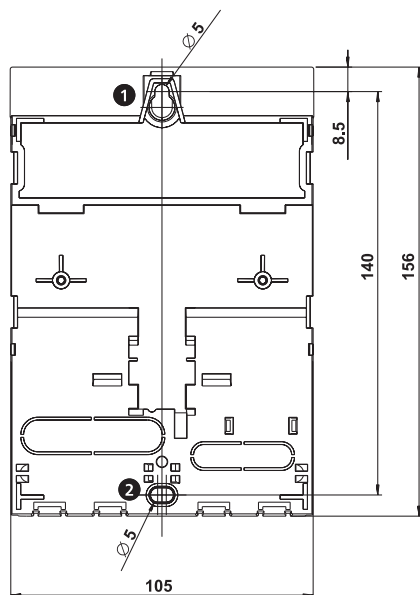

Fig. 2: Lato posteriore della centralina con aperture di montaggio superiore ❶ e inferiore ❷.
2. Avvitare la vite per l'apertura di montaggio superiore ❶ (Fig. 2), in modo tale che la testa della vite mantenga una distanza dalla superficie di montaggio compresa tra i 5 e i 7 mm.
4. Disegnare sulla superficie di montaggio l'apertura di montaggio inferiore ❷ attraverso la scatola della centralina.
6. Appendere la centralina all'apertura di montaggio superiore ❶ e fissarla con una vite all'apertura di montaggio inferiore ❷.